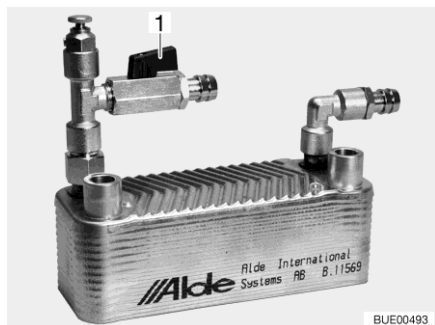

Bild 133 Värmeväxlare Alde
- Slå på: ■ Ställ avstängningsventilens handtag (Bild 133,1) parallellt med röret.
- Slå från: ■ Ställ avstängningsventilens handtag (Bild 133,1) diagonalt mot röret.